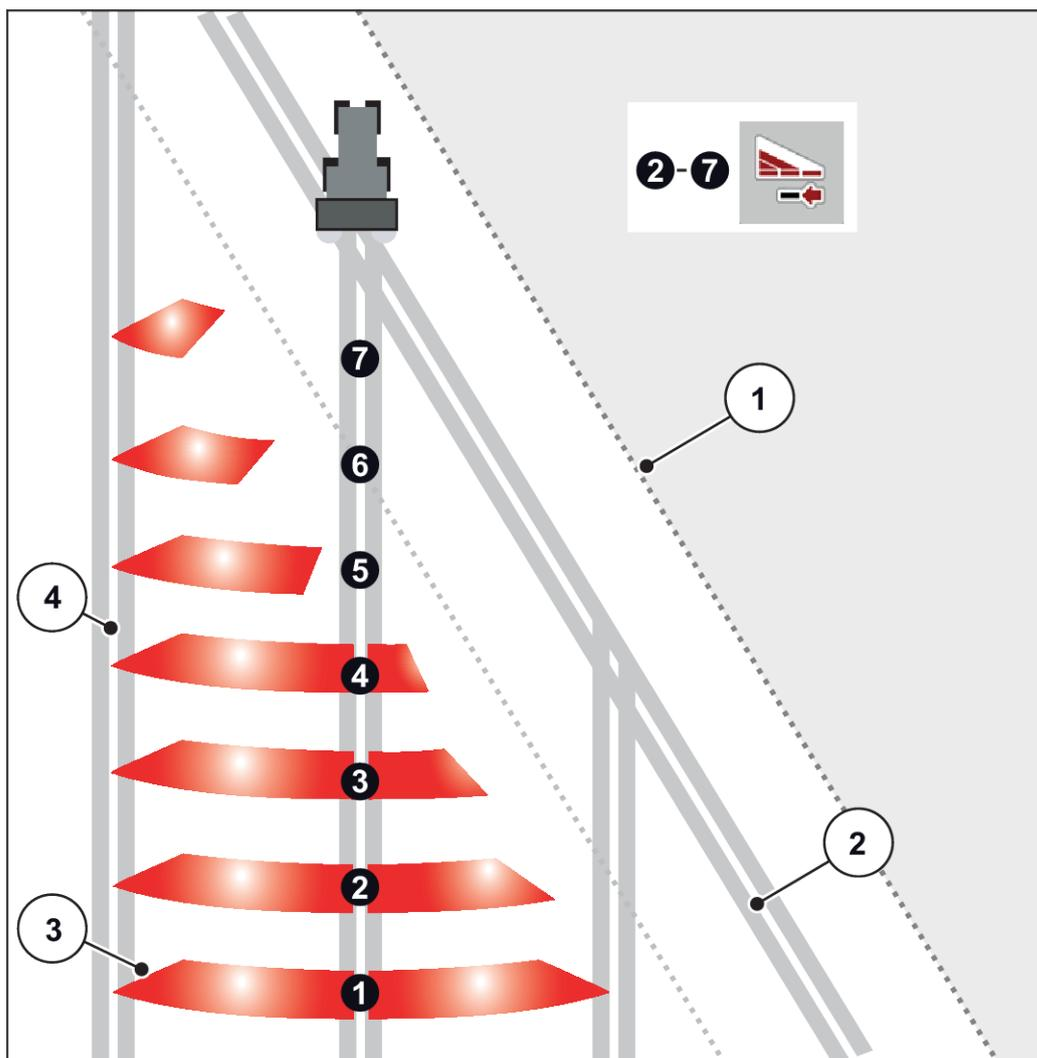

Abb. 41: Automatische Teilbreitenschaltung
- Die Teilbreitenschaltung ist von Außen nach Innen oder von Innen nach Außen möglich. Siehe Abb. 41 Automatische Teilbreitenschaltung.